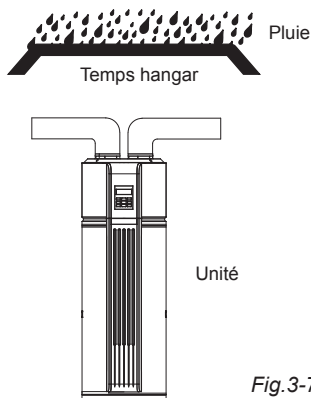

Fig. 3-7
- Pour l'unité avec raccord de conduit accédant à l'extérieur, un tronçon résistant à l'eau doit arriver au conduit afin d'empêcher l'eau de goutter à l'intérieur de l'unité. (Fig. 3-7)